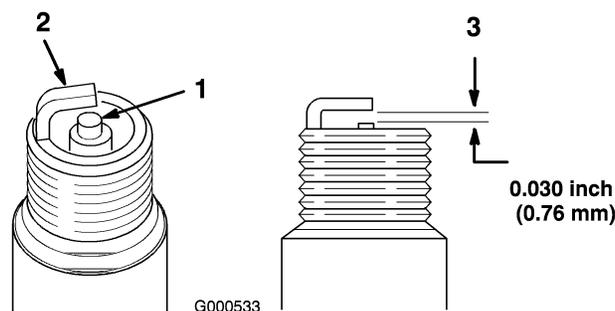

Figura 31
1. Controllate il centro della candela (Figura 31). Se l'isolatore è marrone chiaro o grigio, il motore funziona correttamente. Una patina nera sull'isolatore significa in genere che il filtro dell'aria è sporco.
2. Controllate la distanza tra gli elettrodi centrale e laterale (Figura 31). Piegate l'elettrodo laterale (Figura 31) se la distanza non è corretta.